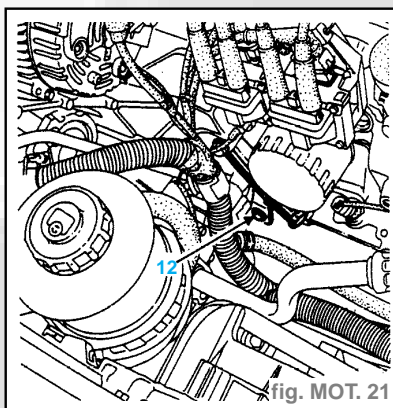

fig. MOT. 21
- la vis (12) de fixation du tube d'eau (fig. MOT. 21),